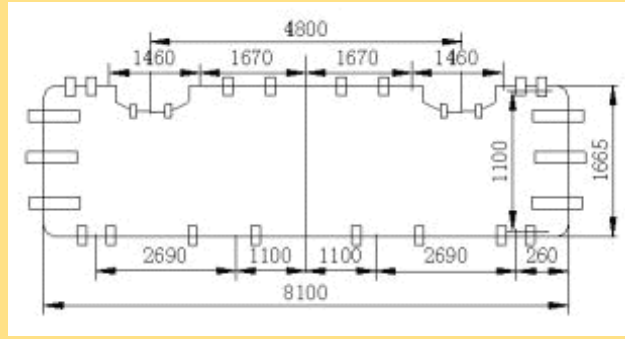

图1 垫板的布置
1.1.1 垫板规格选用 通过计算，在每个轨座上共设置26组垫板，垫板的规格尺寸为450mm×250mm，每组垫板与斜垫板组合使用。轧机轨座的二次灌浆层厚120mm，每组垫板由3块组成，平垫板2块，单块厚度为40mm，斜垫板厚40mm。垫板的布置见图1。